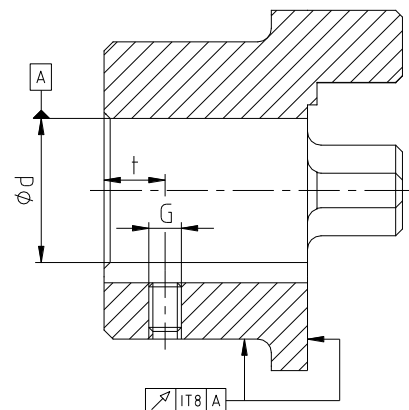

Рис. 7: Точность радиального и торцевого биения
- При изготовлении посадочного отверстия заказчиком необходимо выдержать точность по радиальному и торцевому биению (см. рис. 7).